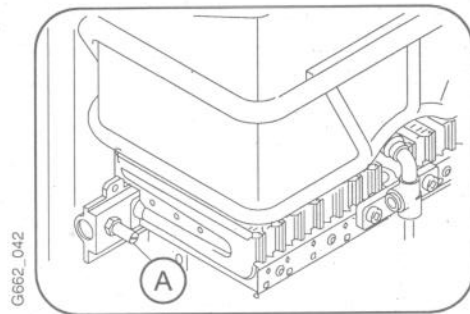

Fig. 6
Soltar el tornillo de la toma de presión (A) del quemador (Fig.6) y conectar el manómetro.